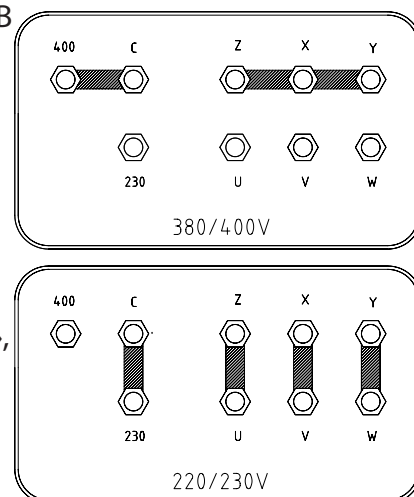

Рис. 1
- Измените положение переключки на «Панели смены напряжений», следуя инструкциям, указанным на Рис. 1.